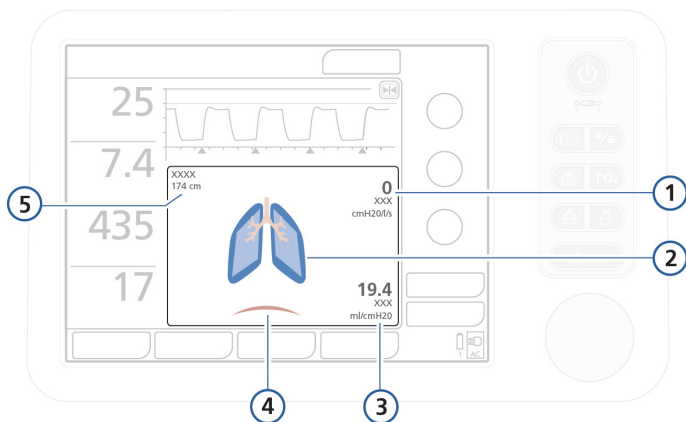

Рисунок 7-1. Панель «Динам. Легк.»
- Отобразится панель «Динам. Легк.». См. рис. 7-1.